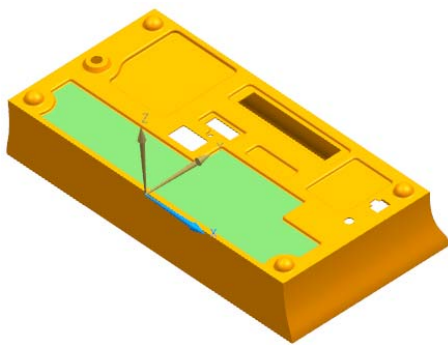

图 8-79 选择草图工作平面
(1) 选择“菜单(M)” → “插入(S)” → “切割(T)” → “法向除料(N)”，或者单击“主页”选项卡“特征”面组上的“法向除料”按钮 , 打开“法向除料”对话框。设置“切割方法”为“厚度”，“限制”为“直至下一个”。
(2) 单击“绘制截面”按钮 , 打开“创建草图”对话框。在视图区选择草图工作平面，如图 8-79 所示。